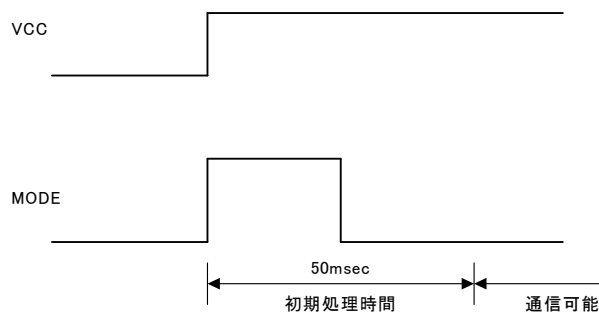

図 10 電源投入時の初期化タイミング
- 2) UART インタフェース通信の受信および無線通信の受信については、電源投入の約 50msec 後のタイミングで可能になります。このとき MODE 信号は LOW 出力されます(図 10)。